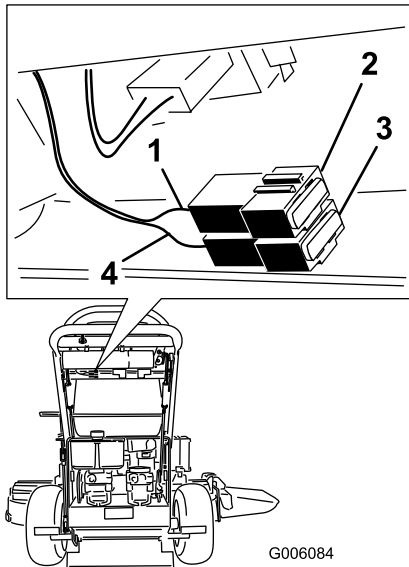

Figure 40
2. Tirez le fusible pour le sortir ou le remplacer (Figure 40).
**Remarque:** Veillez à utiliser un fusible du bon calibre avec le fil de la couleur appropriée, comme illustré à la Figure 40